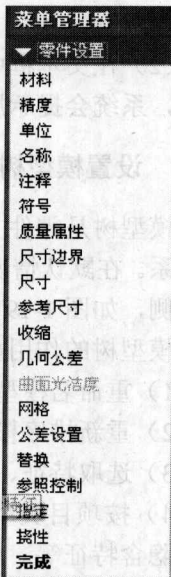

图 1-15 设置菜单
(1) Pro/ENGINEER 提供了一些预定义的单位系统, 在具体的应用中, 通过装机时的配置文件 Config.pro, 可将设计环境自动配置为适合公司标准的单位系统。单击主菜单“编辑”→“零件设置”, 如图 1-15 所示。